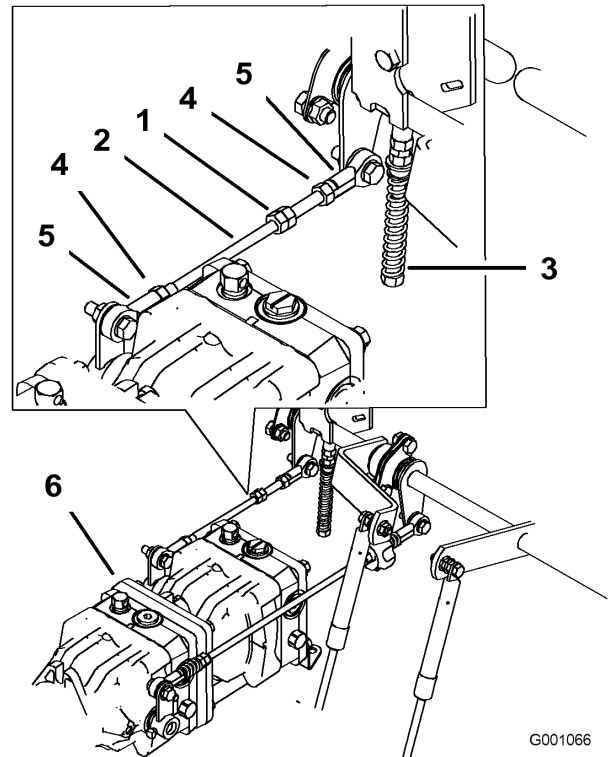

Figure 71
6. Serrez les contre-écrous contre les rotules (Figure 71).
1. Desserrez les contre-écrous sur les rotules de la tige de commande de la pompe (Figure 71).
3. Réglez la longueur de la tige de pompe en tournant les doubles écrous dans le sens voulu, jusqu'à ce que la roue soit immobilisée ou tourne légèrement en marche arrière (Figure 71).